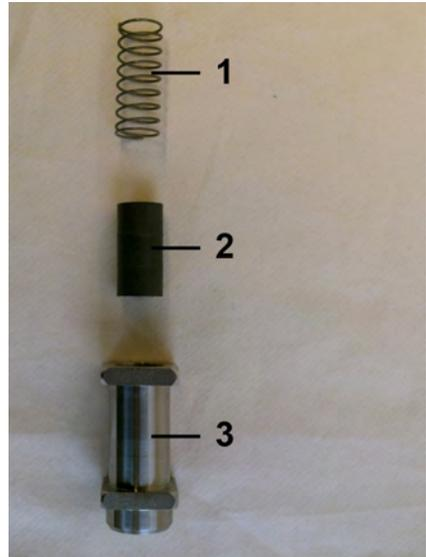

Abb. 45: Innenteile
3.  Feder (Abb. 45/1) mit Magneten (Abb. 45/2) in den Schwebekörper (Abb. 45/3) einführen, dabei die Magnetpolung beachten (Nordpol in Richtung Geräteausgang)